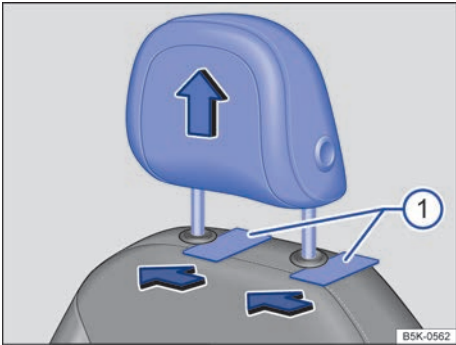

图 41 拆卸前排座椅头枕
- 松开头枕时，一人用一扁平器具（例如，塑料卡片）插入靠背套与头枕导杆护套之间 ⇒ 图 41 ①，同时另一人将头枕完全拔出。